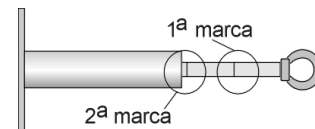

Fig 4 - Marcas nos tracionadores
2.4 O ajuste da tensão do tracionador deve ser feito da seguinte forma : Para ajustar o tracionador da esquerda, mova manualmente a alavanca até travar, conforme mostrado na fig.5A. Com a chave nesta posição deve-se esticar o cabo de aço na alça do tracionador até que a segunda marca (fig.4) fique visível. Aperte firmemente os parafusos dos Cliques (que ficaram frouxos - item 4.3) procurando manter a segunda marca rente ao corpo do tracionador.